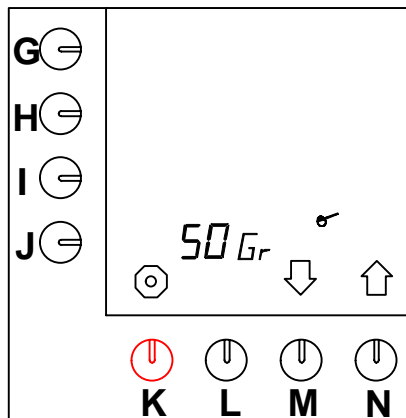

Abb. 37 Einstellen des Kaffeerechners
- Drücken Sie auf die Wahltaste (N.)↑, bis Abb.37 im Display erscheint.